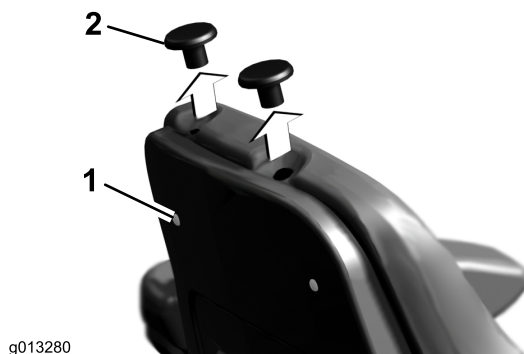

Figure 1
2. Desserrez les deux vis qui fixent le coussin de siège au dossier (Figure 1).
1. Vis (2)
2. Obturateurs (2)
3. Retirez les deux obturateurs qui bouchent les trous en haut du coussin de siège (Figure 1). Si les obturateurs sont difficiles à extraire du haut du siège, desserrez un peu plus les deux vis du dossier.